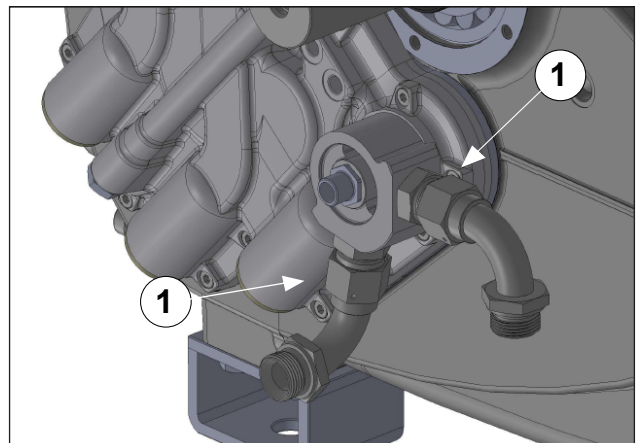

Abb. 131
Schrauben Sie die beiden Anschlussbögen an die Wärmetauscherrohre an (Pos. ①, Abb. 131) und drehen Sie diese mit einem Drehmomentschlüssel gemäß Angaben in Absatz 3 fest.